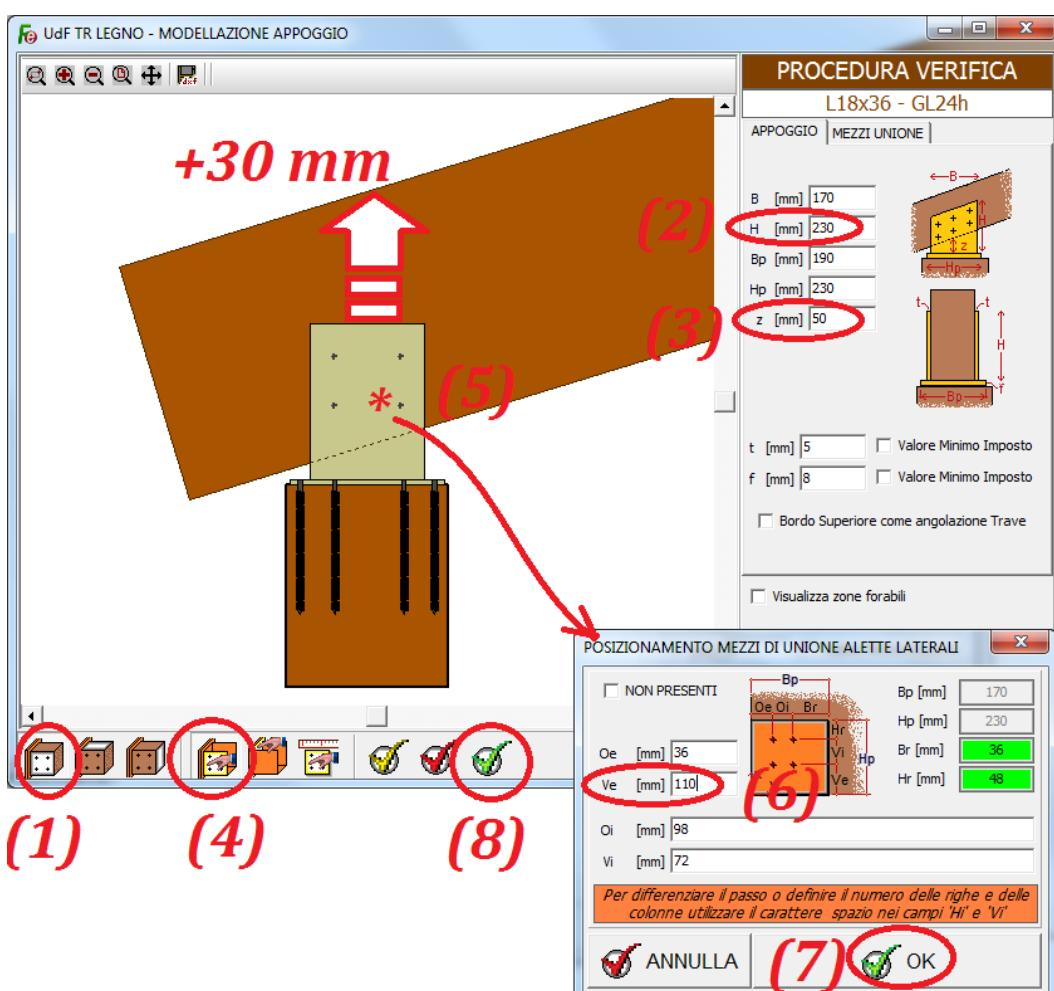

Figura 68
Con riferimento alla figura 68, sempre all'interno dell'ambiente “Modellazione Appoggio” cliccare sul tasto “Vista Laterale” (1). Impostare il valore del parametro “H” (2) a 230 mm per aumentare l'altezza delle due alette in acciaio e successivamente del parametro “z” (3) a 50 mm per traslare verso l'alto di 30 mm la trave rispetto alla testa della colonna.